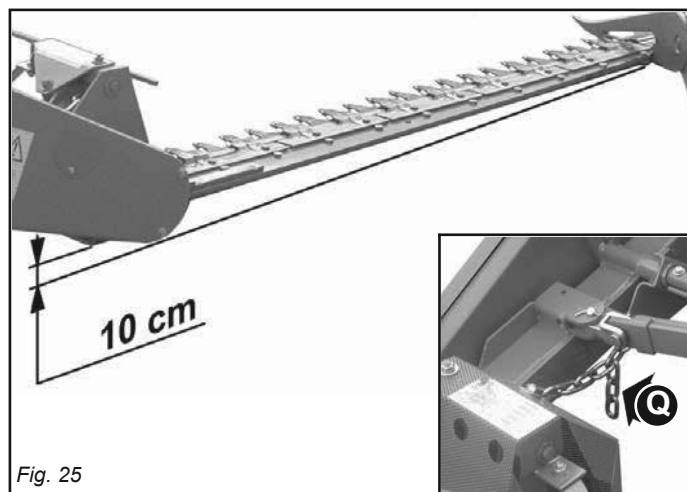

Fig. 25
- Régler l'hauteur de la barre du sol avec la chaîne (Q, Fig. 25). Abaisser la faucheuse, quand la pointe extérieure doit rester encore soulevée de 10 cm environ (Fig. 25). Régler en déplaçant les anneaux de la chaîne.
Pour un bon fonctionnement de la faucheuse, on recommande de fixer la chaîne (Q, Fig. 25) au balancier (P, Fig. 24), en laissant libres les derniers anneaux de la chaîne.
- La faucheuse offre la possibilité de travailler même avec la barre inclinée, pour canaux, drains, levées et au moyen d'un juste réglage des chaînes de soulèvement (N, Fig. 24) et (Q, Fig. 25) et après avoir enlevé l'andaineuse de la semelle extérieure.